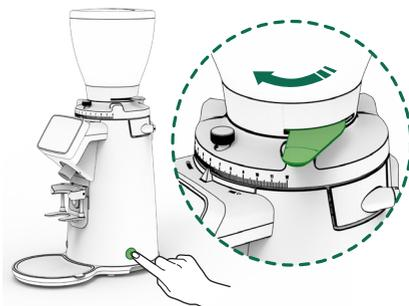

Fig. 4
Enchufar el aparato a la red, apretar el interruptor general de puesta en marcha (13) a la posición **ON**, y abrir el obturador de café en grano (4) para permitir el paso del café a la cámara de molienda (Fig. 4).